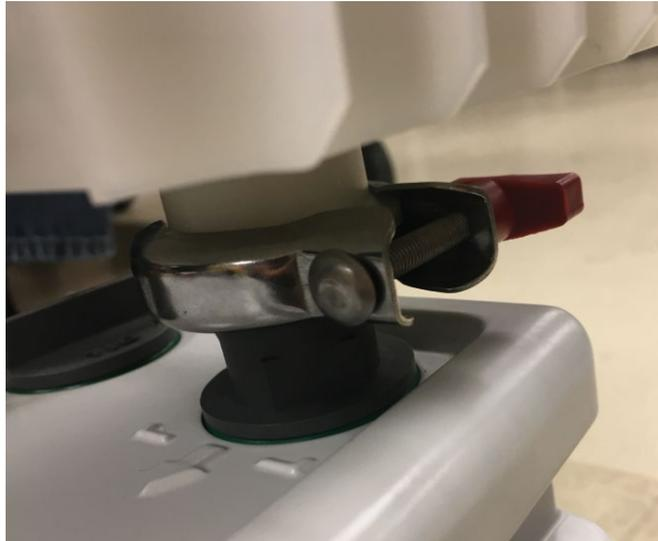

Abbildung 27: Fixieren des Ölnebelfilters mit einer Klemme
- 6) Verwenden Sie die beiliegende Klemme, um den Ölnebelfilter am Adapter zu befestigen. Achten Sie darauf, den grauen Abluftanschlussadapter beim Anbringen des Ölnebelfilters nicht zu lösen. Siehe Abbildung 27.